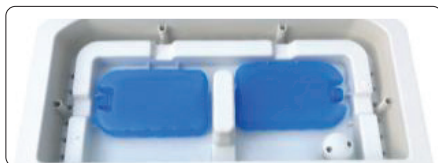

Figure 1
- Comme le montre la figure 1, vous pouvez ajouter de l'eau propre soit par l'ouverture supérieure, soit directement dans le bac à eau/réservoir.